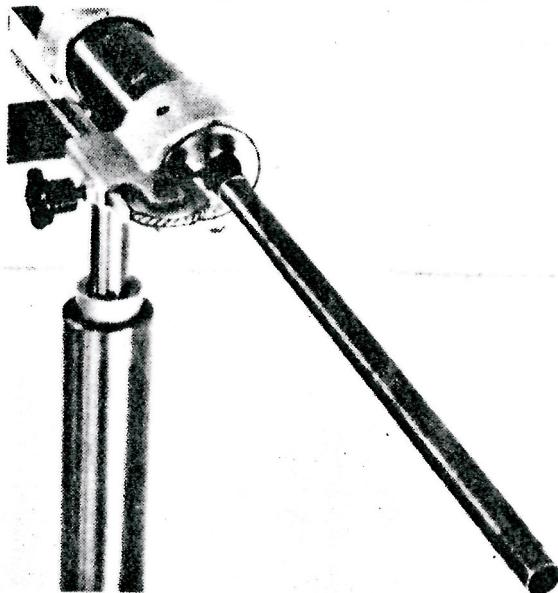

Abb. 5
4. Druckstück in das geräuschedämpfende Vorschubrohr stossen bis es sich in der in Abbildung 5 gezeigten Lage befindet. (Überhang  $\sim 400$  mm).